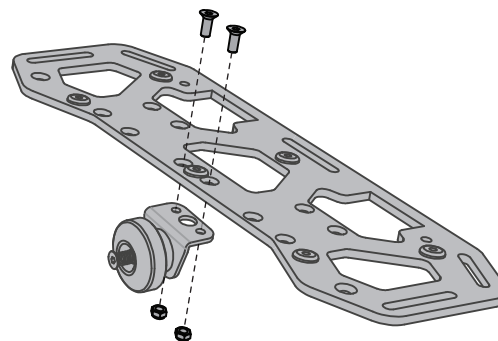

Ilustración 9: Instalación de la perilla de desmontaje rápido
3. Instale una perilla de desmontaje rápido en cada portacarga utilizando dos fijaciones de 16 mm y dos tuercas de nyloc, tal y como se muestra en la **Ilustración 9**. Apriete las fijaciones a **6,0 N-m (4,4 pies-lbf)**.